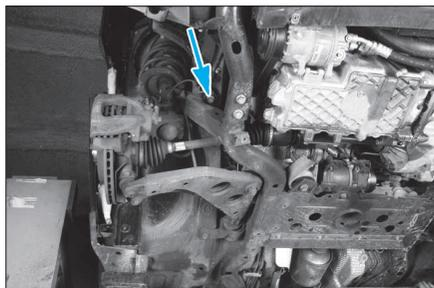

FIG. 16
- les fixations avant du berceau (Fig.16).